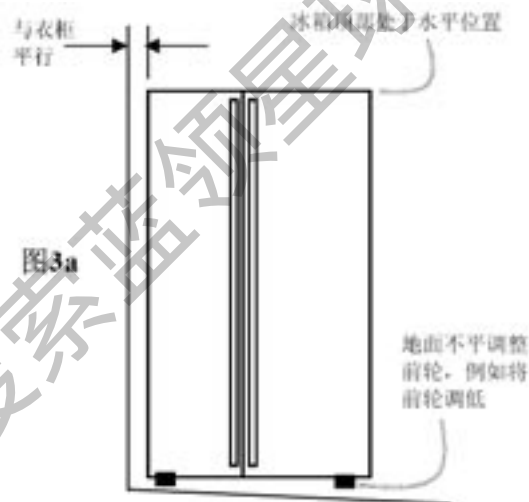

图3a
4. 如果将箱体放平，箱体两侧应垂直于水平面。如果箱体嵌入或部分嵌入橱柜，检查箱体两侧是否与橱柜平行（见图3a）。